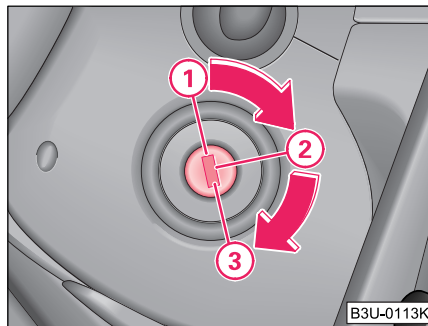

Fig. 83 Posiciones de la cerradura de encendido
- El motor se desconecta girando la llave de contacto a la posición ① $\Rightarrow$ página 100, fig. 83.